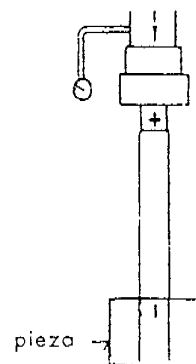

Figura 5
- b. Monte la pieza en el mandril a presión, usando una prensa ( Figura 5 ).